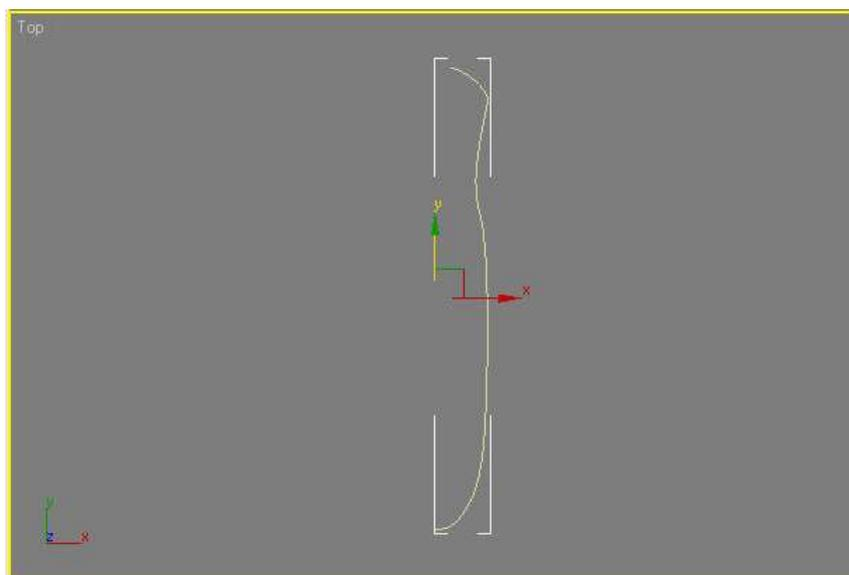

Рис. 24 – Создание формы ручки консервного ножа
1. Для создания ручки консервного ножа переключитесь в окно проекции Top (Сверху) и с помощью инструмента **Line** (**Линия**) создайте кривую, показанную на рис. 24.